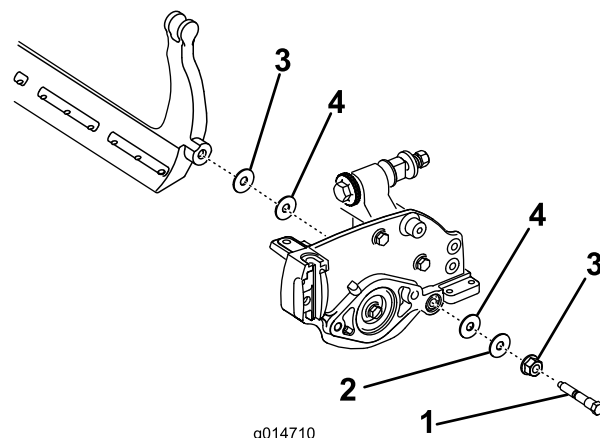

Figura 19
4. Togliere i bulloni della barra di appoggio per tirare in giù la barra e toglierla dalla macchina. Conservare le due rondelle di nylon e le due rondelle in acciaio stampato da ciascun lato della barra di appoggio (Figura 19).